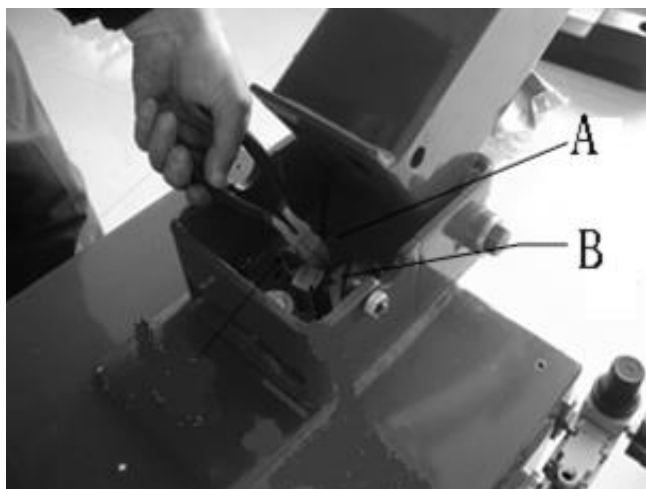

Рис. 4-5
**4.2.8** Наклоните стойку назад, отрежьте фиксирующую проволоку (Рис.4-5 А) и вытолкните стержень поршня цилиндра (Рис.4-5 В) .